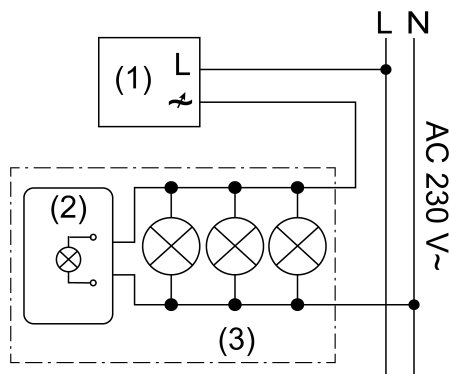
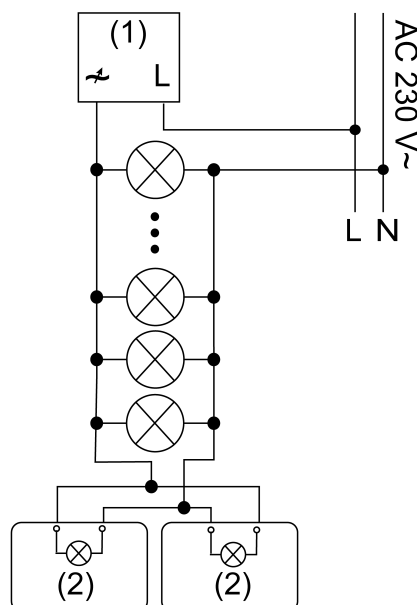

Figura 1: Esempio di collegamento nell'alloggiamento della lampada
Figura 2: Esempio di collegamento con due moduli
- (1) Dimmer in esercizio di anticipo di fase
- (2) Modulo
- (3) Luce con lampada LED ad alto voltaggio
- Collegare il modulo in parallelo alla lampada LED ad alto voltaggio al conduttore neutro e alla fase dimmerata, (Figura 1) esempio di collegamento nell'alloggiamento della lampada, (Figura 2) esempio di collegamento con due moduli.